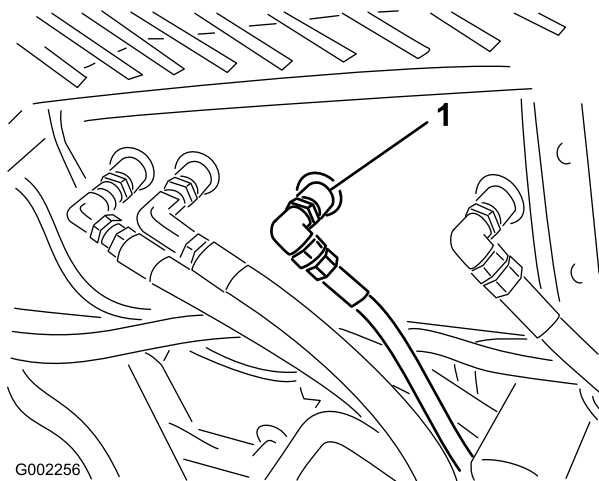

図 60
2. 油圧オイルタンクの底面についているホースのうちの1本の周辺をきれいに拭く (図 60)。
4. ホースのフィッティングをタンクから外してオイルを容器に受ける (図 60)。